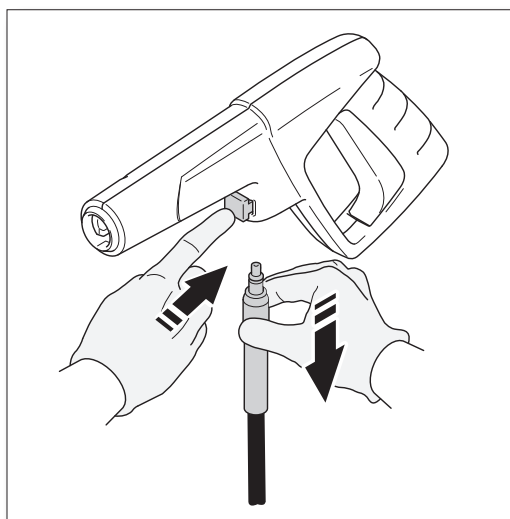

Fig.6
- Pour libérer le tuyau du pistolet de pulvérisation, appuyez sur le bouton en dessous du pistolet vers le garde. Le tuyau se glissera hors de la connexion **(Fig. 6)**.